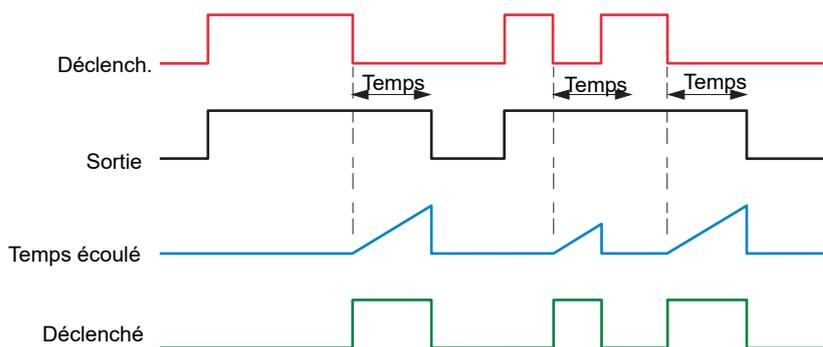

Figure 121 Définitions du temporisateur « Min On »
**Remarque :** Pour faciliter la comparaison, les deux modifications du temps dans la Figure 121 étaient pour la même valeur dans les deux cas. Il ne s'agit pas d'une condition nécessaire.